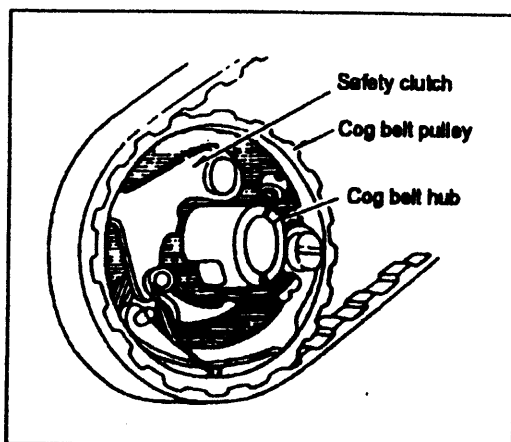

Fig.15
15. Safety clutch device: (Fig.15、 16、 17、 18):